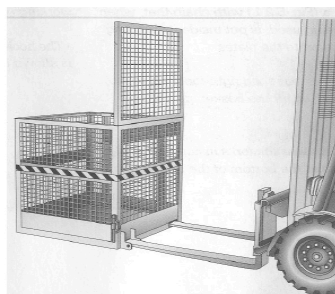

Fig. 5.2.2 Embocar las horquillas de la carretilla elevadora en las guías tubulares de la base de la plataforma.
- Embocar las horquillas de la carretilla en las guías tubulares de la base de la plataforma (fig. 5.2.2)